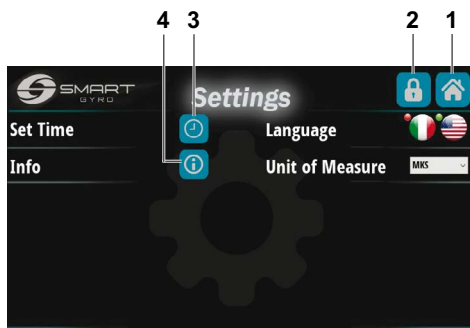
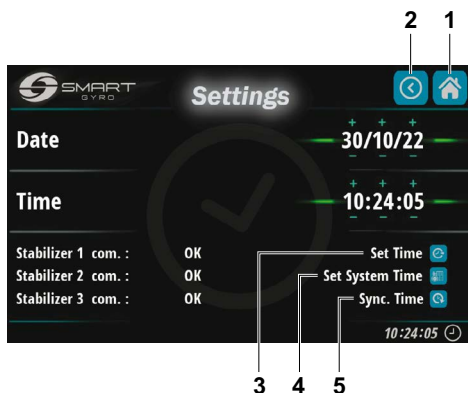
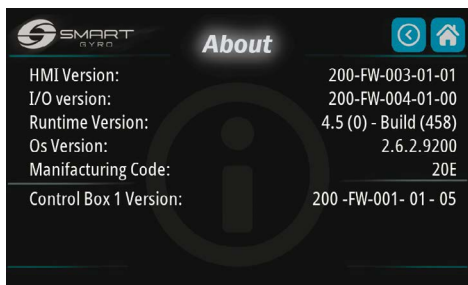

Bild 18
Bild 19
Bild 22
Genom att trycka ner inställningsikonen (bild 17, (1)) kommer du till inställningsmenysidan (bild 18).
Tryck ner ikonen i det övre högra hörnet (bild 18, (1)) så kommer du tillbaka till startsidan.
Genom att trycka ner ikonen med ett hänglås på (bild 18, (2)) kommer du till den lösenordsskyddade sidan (endast tillgänglig för servicepersonalen) för att kunna inspektera/ändra vissa interna parametrar som vanligen kräver åtkomst vid den första installationen av gyrosystemet.
Tryck ner Set Time-ikonen med klocksymbolen på (bild 18, (3)) så kommer du till tid- och datuminställningssidan (bild 19).
När väl datum och tid är inställda, sparas de i minnet i gyrons kontrollbox genom att man trycker på den näst översta ikonen i det nedre vänstra hörnet (bild 19, (3)).
Genom att trycka på ikonen i mitten (bild 19, (4)) sparas tid och datum i minnet till displayen.
Slutligen trycker man på ikonen allra längst ner (bild 19, (5)) som tar bort dessa data och på skärmen visas aktuellt datum och tid avläst från den interna realtidsklockan i gyrons kontrollenhet.
Genom att trycka på startside-ikonen i det övre högra hörnet (bild 19, (1)) återkommer du till startsidan.
Tryck på tillbaka-ikonen i det övre högra hörnet (bild 19, (2)) för att återkomma till inställningssidan (bild 18).
Tryck på informationsikonen (bild 18, (4)) för att visualisera programvaruversionen för både displayen och kontrollenheten (installerad på gyrosystemet) (bild 22).